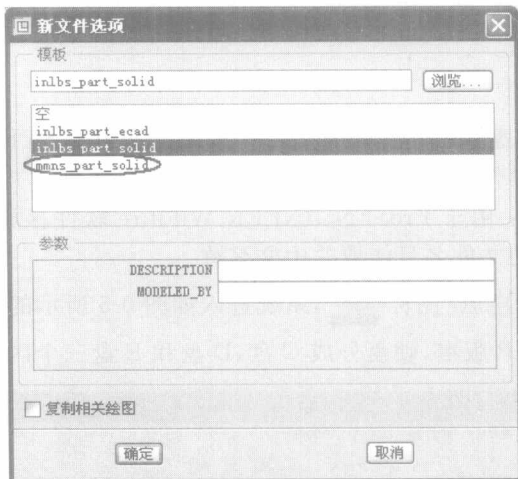

图 0-3 “新文件选项”对话框
(3) 系统弹出如图 0-3 所示的“新文件选项”对话框, 在“模板”栏选择公制实体设计模板“mmns_part_solid”选项, 单击  按钮。